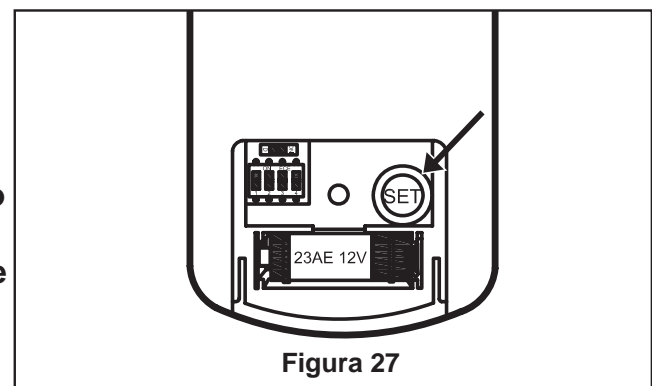

Figura 27
3. Configuración del mando a distancia y proceso de configuración de la velocidad (RPM): (Figura 27)